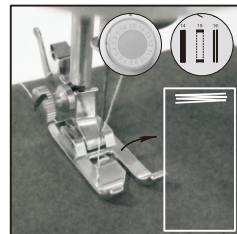

Fig.15
- (1) Laita kangas painijalan alle siinä kohtaa johon haluat ommella nappireikä, valitse ommel #15.
- (2) Käännä valitsin ja ompele 5-6 ommelta hiljaisella vauhdilla, käännä valitsin (fig.15).